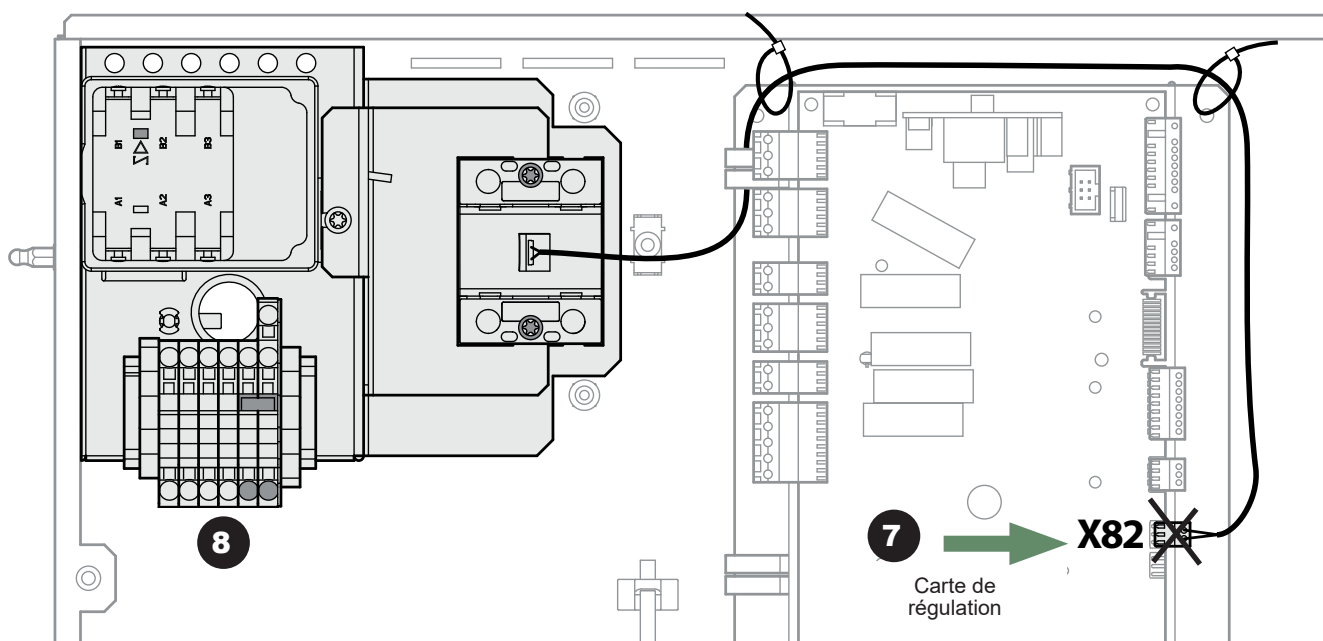

fig. 7 - Déconnexion de l'appoint électrique triphasé
- **7** - Déconnecter le connecteur X82 (appoint électrique triphasé, voir *fig. 7*).